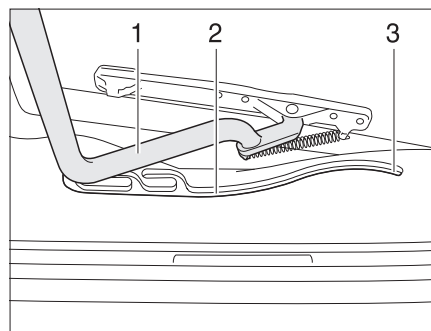

Fig. 92 Claraboya Heki, guía
- Tirar la horquilla (Fig. 92,1) en las guías (Fig. 92,2) hasta la posición trasera final (Fig. 92,3).
- Empujar el estribo (Fig. 92,1) ligeramente hacia arriba con ambas manos.
- Tirar el estribo en las guías (Fig. 92,2) hasta la posición deseada.